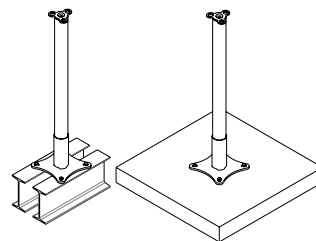

рис. 1
3. Монтаж к конструкциям из бетона или стали осуществляется напрямую с помощью химических/ механических анкеров М12 (рис. 1)